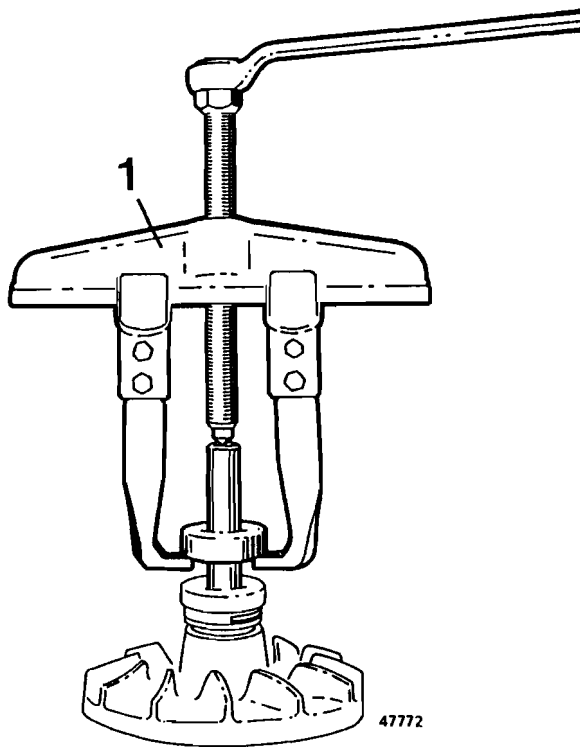

Fig. 244
- 11 En caso necesario, extraer el cojinete del eje de la bomba en caso de que haya quedado en el eje y no en el cuerpo, véase fig. 244. Quitar el retén axial (retén de la rueda de álabes).